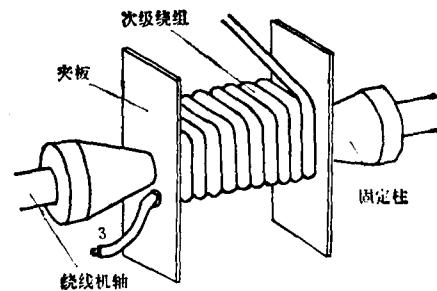
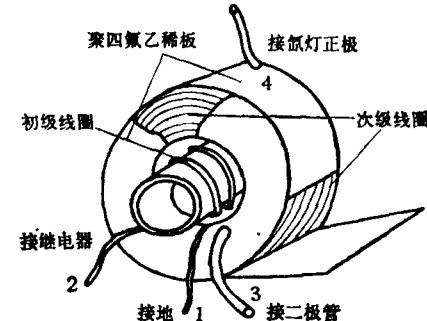

图 3 次级线的绕制
图 4 自制高压包外形
(2) 初步推算 MPF-4 高压变压器的初级电压是通过继电器瞬间接通 500V 直流电压，要在次级感应出 3 万伏的高压，两级匝数之比应为 1:60。实际上脉冲变压器升压比往往要大于匝数比。通过实验，我们发现初级绕 2 圈，次级绕 90 匝就能获得击穿氙灯所需 3 万伏的高压。如此绕制的高压包体积和原来的差不多。
(3) 绕制方法 先绕次级线包。把加工好的高压包木芯及夹板按图 3 固定在绕线机轴上。导线穿过夹板的一端为高压包引出线“3”。因次级线径粗，圈数少，可用手工绕制。同时为防止线圈松动，脱落，除排线紧凑外，还需用胶纸或白胶布层与层粘合。绕完最后一层，抽头为高压包引线“4”，如图 4 所示。应注意，此时圈数不要求整九十圈；为了使抽头距离高压接线柱正端最近，可多绕或少绕几圈，这对氙灯的点燃影响不大。这既可防止高压线长，会出现与其它元件打火现象，又可缩短距离减少高频高压损失，高压包绕好后，应用绝缘胶带紧裹一